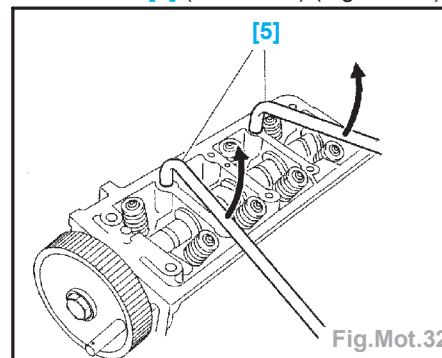

Fig.Mot.32
- les vis de culasse (5),
- la rampe de culbuteurs (6).
- Basculer et décoller la culasse à l'aide des leviers [5] (ref. 149-T) (Fig.Mot.32).